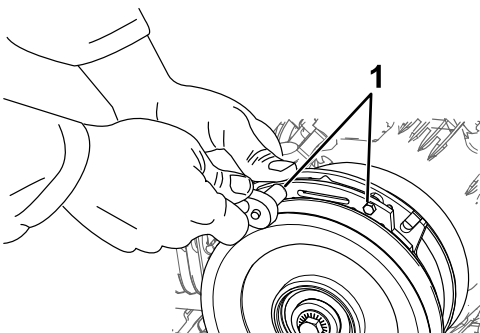

Figure 63
- A. Desserrez les deux boulons de montage de frein d'un demi à un tour complet, comme montré à la Figure 63.